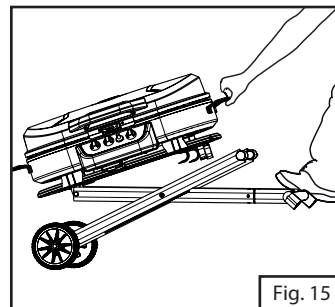
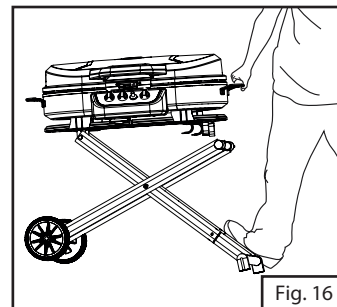

Fig. 15
Fig. 16
1. Abra la parrilla plegada. Coloque un pie en la manija de remolque, sujete el asa de transporte y llévela hacia arriba y hacia usted. (Fig. 15) Continúe subiéndola hasta que el soporte de la parrilla quede completamente extendido. (Fig. 16)